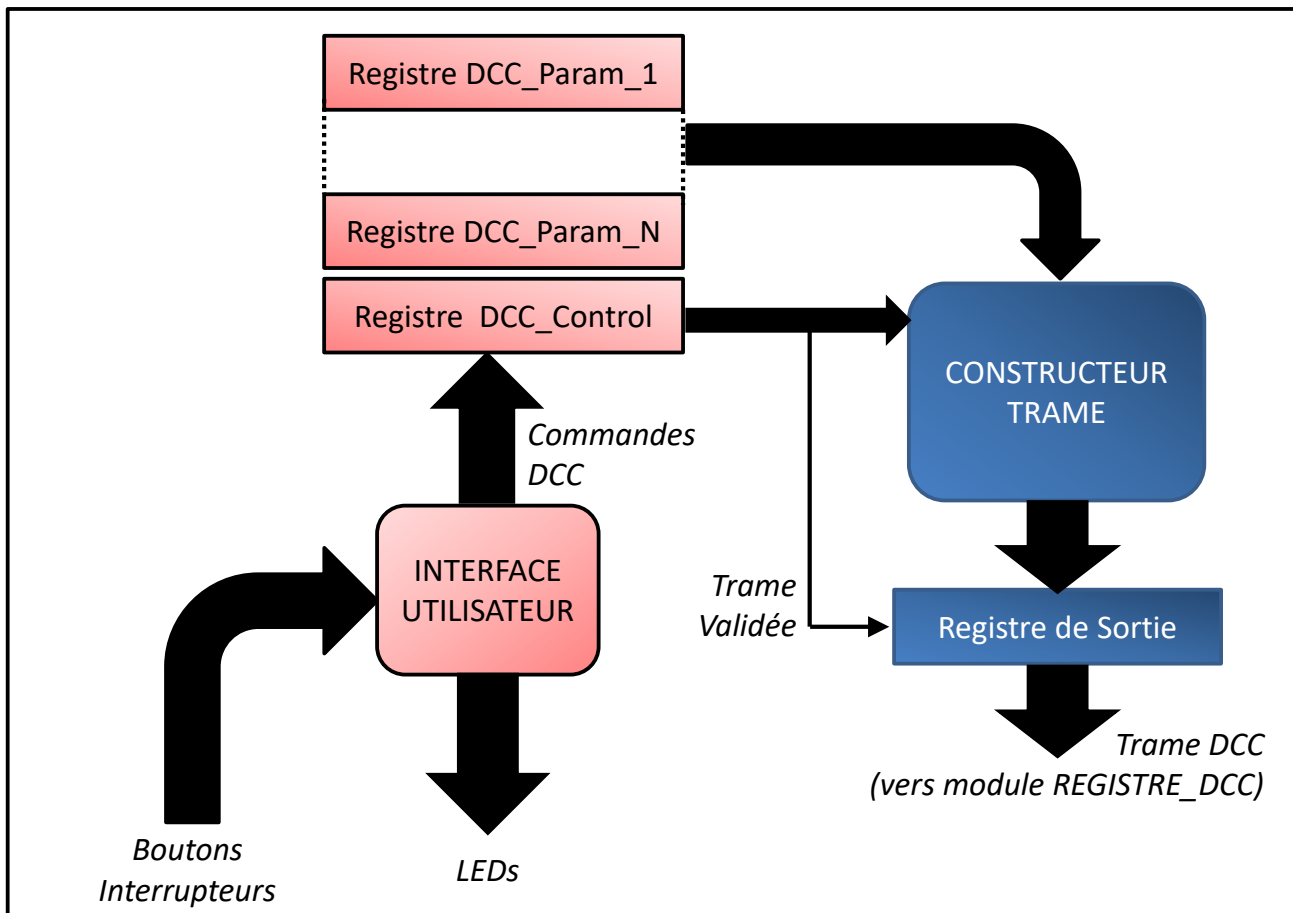

Figure 4 – Architecture du module de génération de trames DCC
- Son architecture est présentée sur la Figure 4 ci-dessous.
- **Créer dans Vivado un block design (cf. TP2) pour réaliser le système de la Figure 4. Implémenter le design et générer le bitstream.**